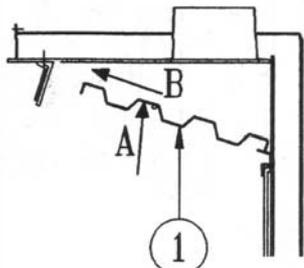

Fig. 20
- dégager le pion **(Fig. 20)**.